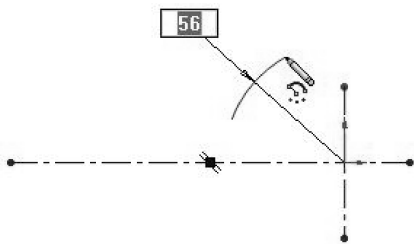

图 2-136 绘制圆弧
- 03 使用【圆弧】工具, 采用【圆心/起/终点画弧】类型在图形区中绘制半径为 56 的圆弧, 并将此圆弧设为构造线, 如图 2-136 所示。